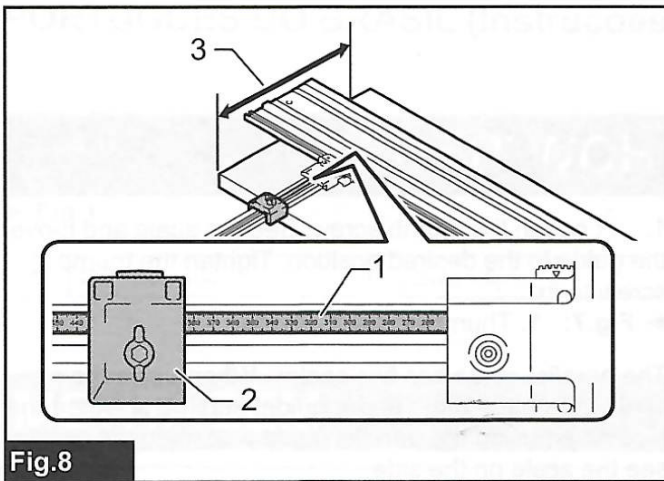

Fig. 8
► **Abb.8:** 1. Skala (Oberseite) 2. Führung 3. Schnittbreite